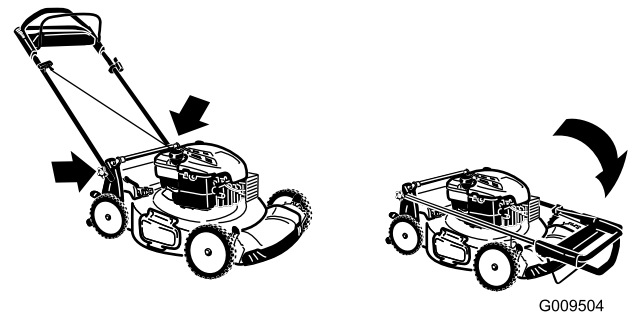

Figura 33
3. Piegate la stegola superiore in avanti come mostrato in figura Figura 33.